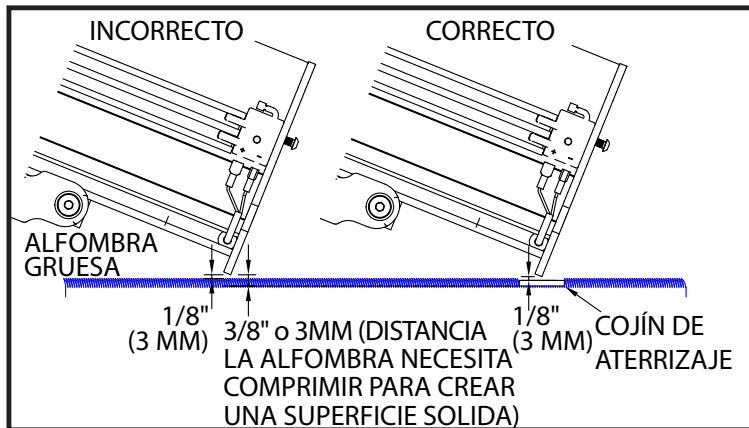

Fig. 1
**NOTA:** La parte inferior del riel debe estar a 1/8" (3 mm) despegado del suelo. Si la moqueta gruesa lo impide (Fig. 1), comuníquese con Bruno para comprar el kit SRV-3000-038.